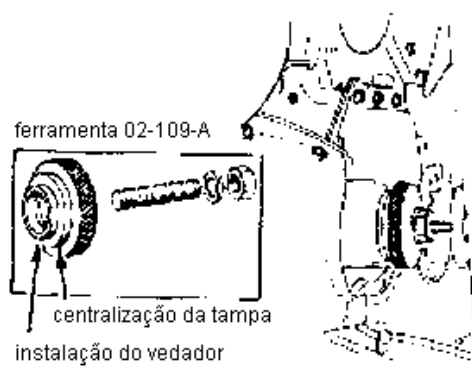

Figura 68: Centralização da tampa da distribuição.
- 30 . Instalar a tampa da distribuição, com uma junta perfeitamente untada com cola para juntas, sem vedador, centralizando-a por meio do diâmetro menor da ferramenta 02-109-A (Figura 68). Apertar, progressivamente, os parafusos, girando simultaneamente a ferramenta, até obter o correto posicionamento da tampa. Apertar os parafusos ao torque especificado;
- 32 . Após fixar a tampa, instalar o vedador, com o auxílio da ferramenta, alojando-a no seu diâmetro menor (Figura 68);